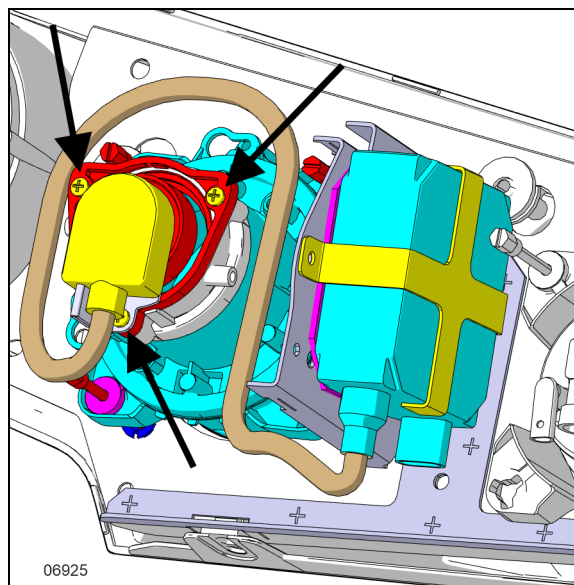

FIGURA 80: FARO DE XENÓN
3. Desatornille los tres tornillos de cabeza Phillips (Figura 80), extraiga el retén y el foco.